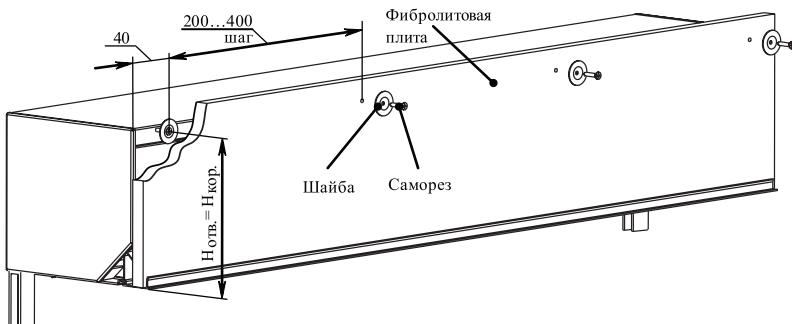

Рис. 10. Схема сборки короба
- 1)** просверлить отверстия диаметром 3,5 мм через плиту и верхнюю крышку короба SB-I/UC (рис. 10);